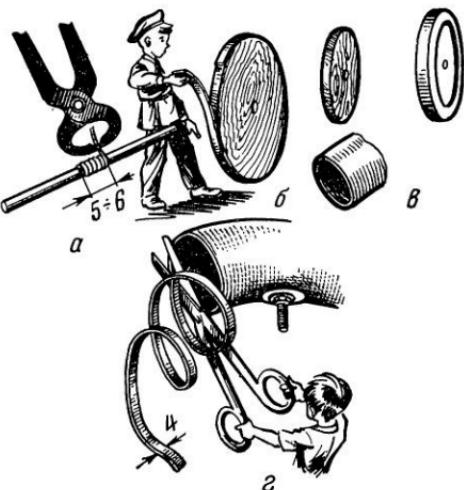

Рис. 34. Изготовление деталей ходовой части:
К фанерным колесам (6) точно по центру прибывают жестяные кружочки (5). На один конец оси (8) насаживают кольцо (7), а за ним проволочную спиральку (9). Свободный конец оси просовывают в отверстие подшипника, надевают еще одну спиральку и насаживают второе колесо. Спиральки надевают для того, чтобы не было продольного смещения оси и колеса не терлись о края рамы. Спиральки делают так: наматывают на ось мягкую проволоку, а потом разделяют ее кусачками на отрезки длиной 5—6 мм (рис. 34, а).
Колеса надевают на ось, продетую в подшипники, жестяными кружочками наружу и прочно припаивают к ней. Чтобы задние колеса не буксовали, на обода колес наклеивают узкую полоску наждачной шкурки (рис. 34, б) или же надевают на колеса резиновые шины (рис. 34, в), вырезанные из велосипедной камеры (рис. 34, г).